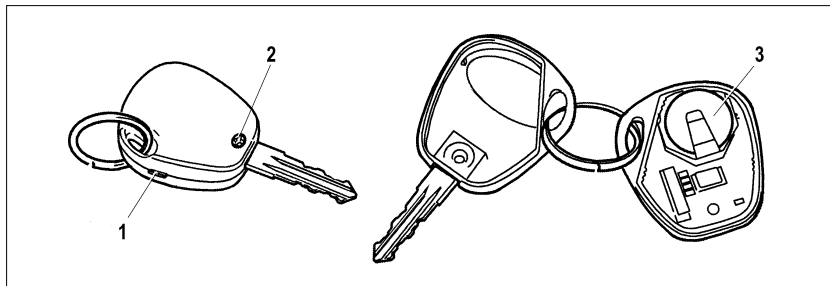

Рис. 55. Замена элемента питания пульта дистанционного управления
– выкрутите винт 2 (рис. 55) со